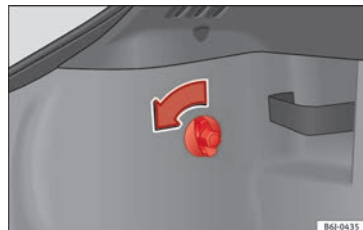

Abb. 195 Zugang zu den Rückleuchten.
- Die Schraube von Hand oder mit einem Schraubendreher in Richtung des Pfeils drehen » Abb. 195.
- Nehmen Sie den Stecker aus der Aufnahme **(A)** » **Abb. 195**.